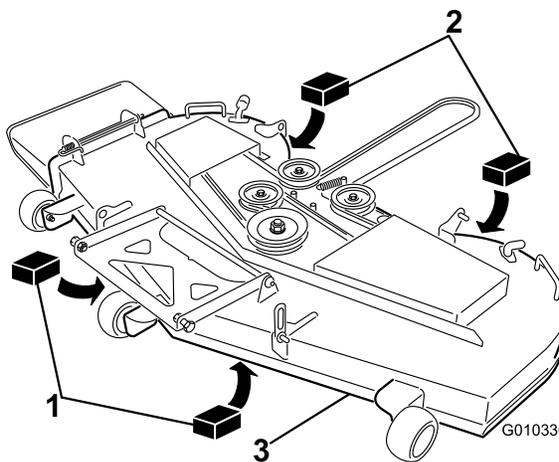

Figure 65
3. Placez deux cales de 6,66 cm (2-5/8 po) sous chaque côté du bord avant du tablier de coupe, mais pas sous les supports des galets anti-scalp (Figure 65).
4. Placez deux cales épaisses de 7,30 cm (2-7/8 po) sous le bord arrière de la jupe du tablier de coupe, une de chaque côté (Figure 65).